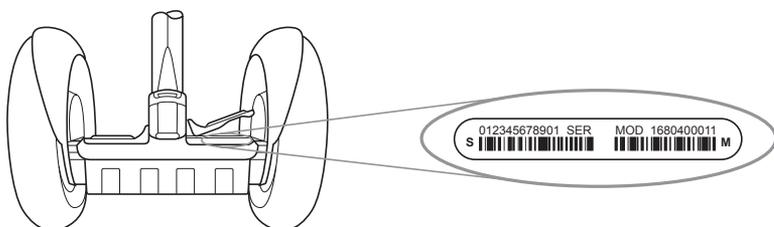

Figure 1. Emplacement du numéro de série du Segway TP
2. Le numéro de série figure dans la partie gauche de l'étiquette. Il contient 12 chiffres commençant par « 0 » (voir **Figure 1**).